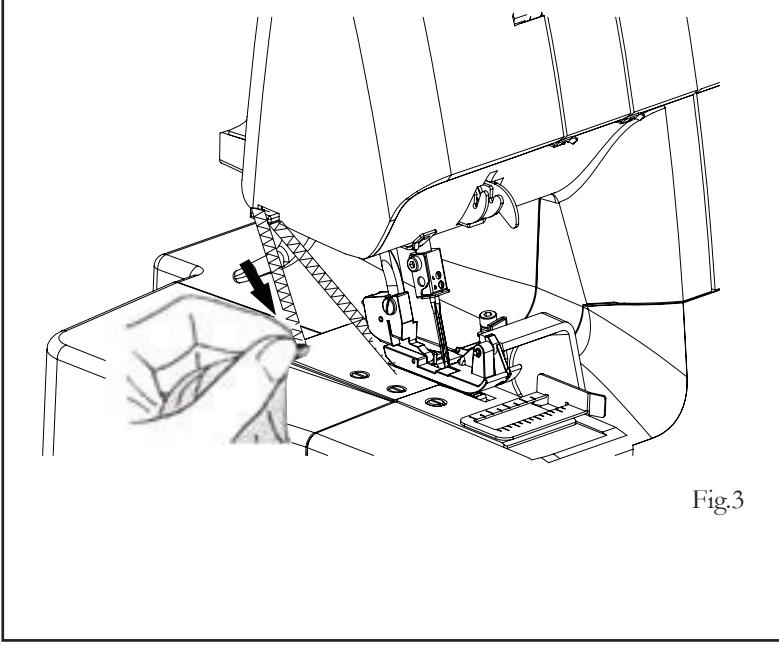

Fig.3
Les boucles pourraient prendre du bord lorsque vous cousez avec du tissu léger à 3 fils (aiguille droite seulement) et en réglant le bouton de largeur de coupe à 4 ou 5 (fig. 3). Dans un tel cas, changez la languette de point de (A) à (B) pour obtenir une couture soignée (fig. 4).